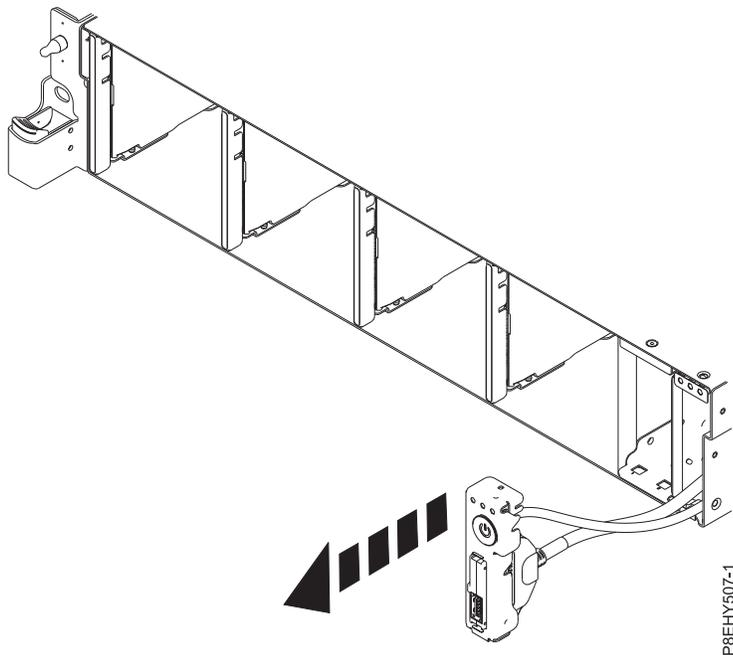

図 22. スイッチとケーブルの引き出し
9. 電源スイッチをシステムから引き出します。 30 ページの図 22を参照してください。